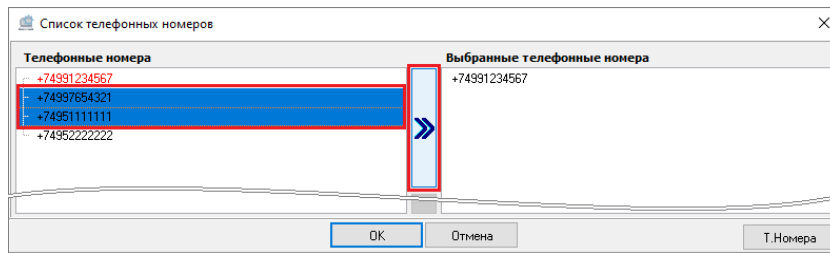

Рисунок 6-178 Привязка телефонных номеров абонента кнопкой переноса
- в окне «Список телефонных номеров» в поле «Телефонные номера» выделите один или несколько телефонных номеров (для выделения сразу нескольких номеров нажмите и удерживайте на клавиатуре клавишу <Shift> для выбора диапазона или клавишу <Ctrl> для комбинированного выбора) и нажмите кнопку переноса  (см. Рисунок 6-178);